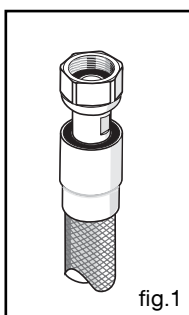

fig.1
- soit par tuyau flexible avec embouts mécaniques filetés (fig. 1).